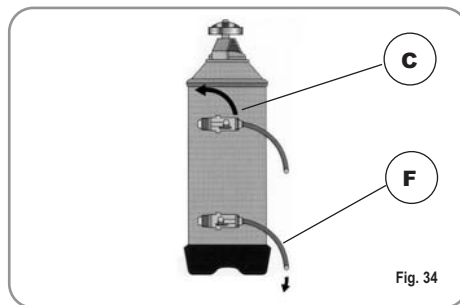

Fig. 34
2) Rimettere il tappo e riposizionare la leva C verso sinistra (Fig. 34), lasciando scaricare l'acqua salata dal tubo F finchè non ritorni dolce (circa 1/2 ora).